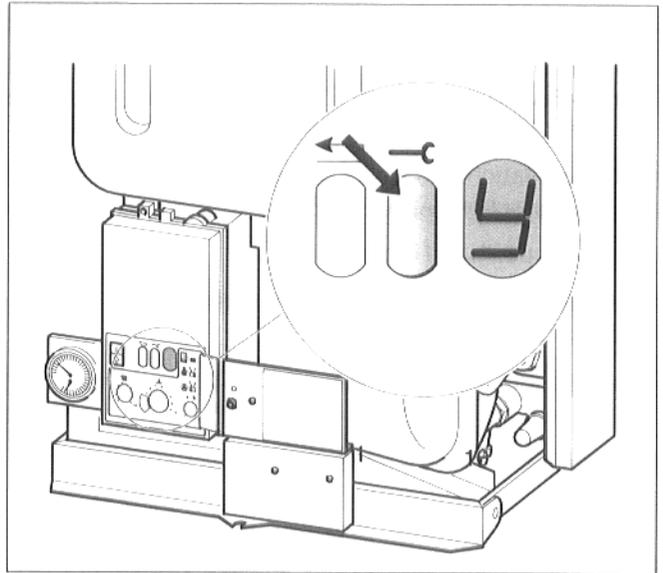

Abb. 26 Servicetaste
- Wenn der Brenner nach ca. 30 s in Betrieb gegangen ist, Servicetaste (Abb. 26) drücken bis „Y“ auf dem Display erscheint.
- Servicetaste (Abb. 26) drücken bis „Y“ auf dem Display erscheint.